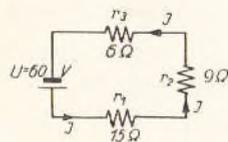

Bild 23
I. Hintereinandergeschaltete Widerstände (Bild 23).
Beispiele zum Bild 23: